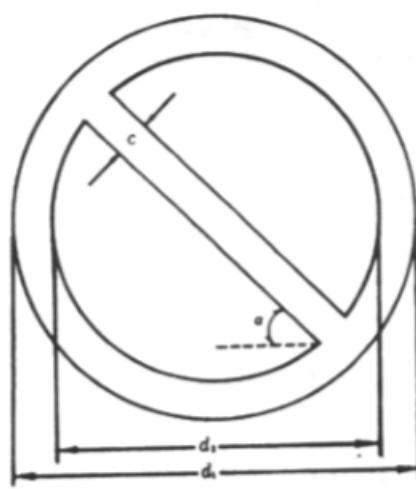

图1 禁止标志的基本型式
4.1.2 禁止标志的基本形式是带斜杠的圆边框，如图 1 所示：